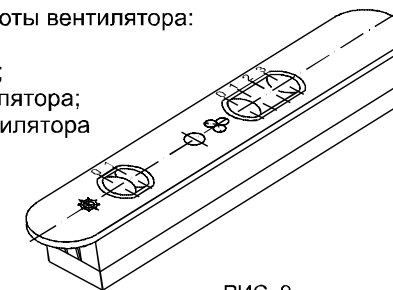

РИС. 9
7.2. Включение зонта производится при помощи переключателя положения (рис. 9).